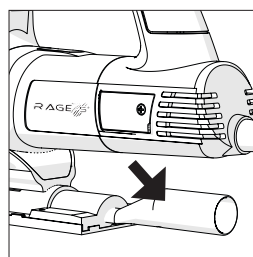

Fig. 7
- Estrarre, se inserito, il tubo dell'adattatore per l'aspirazione della polvere, e conservarlo al sicuro per successiva installazione. (Fig. 7)